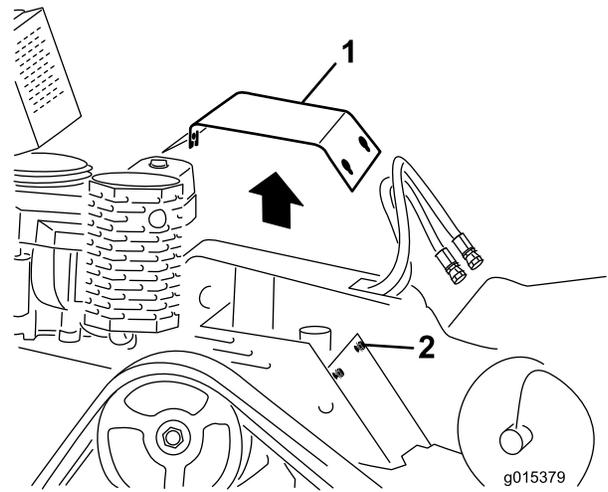

Bild 8
- A. Lockern Sie die eine hintere Schraube ($\frac{3}{8}$ " x 1") und die zwei vorderen Schrauben ($\frac{3}{8}$ " x 1½"), mit denen die obere Abdeckplatte an der Maschine befestigt ist, und nehmen Sie die Abdeckplatte ab (Bild 8).
- E. Montieren Sie die obere Abdeckplatte an der Maschine (Bild 8) und ziehen Sie die drei Schrauben ($\frac{3}{8}$ " mit 38-45 N m an.